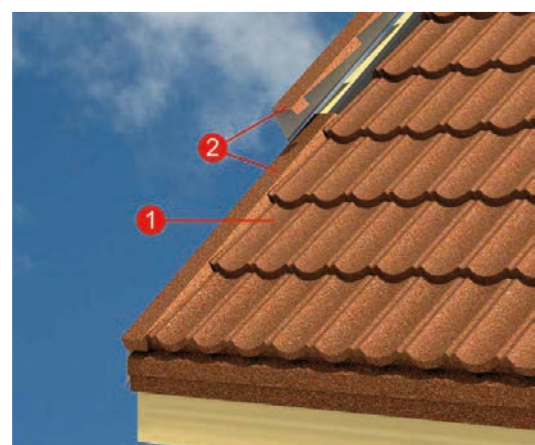

рис. 19
7.6.2. Монтаж фронтонных планок производят снизу вверх с нахлестом 150 мм. Планки крепят механически к торцевой рейке и ветровой доске (рис. 19).